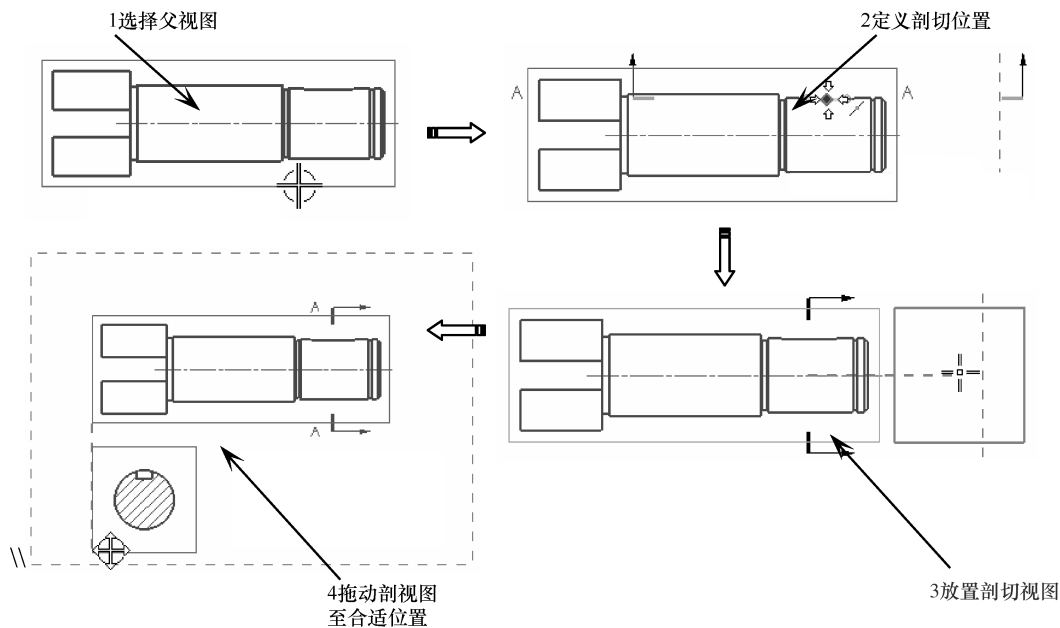

图 10-59 创建剖视图
- 05 在【视图】组中单击【剖视图】按钮，弹出【剖视图】对话框。按如图 10-59 所示的操作步骤创建剖视图。完成剖视图创建后，单击【确定】按钮，关闭【剖视图】对话框。